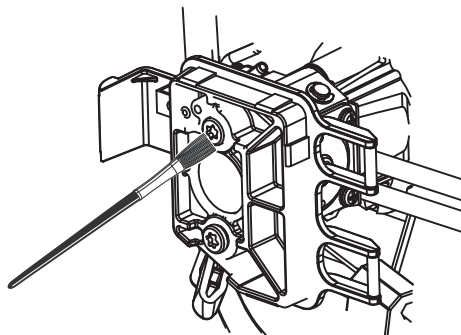

Fig. 23
2. Brossez légèrement le filtre à air pour le nettoyer. [Fig. 23]